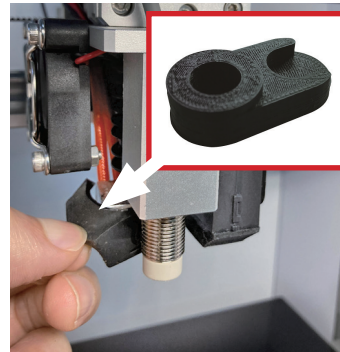

Fig. 2
5. Placez l'outil d'étalonnage du capteur Z sous le capteur Z et la buse. Voir figure 2.